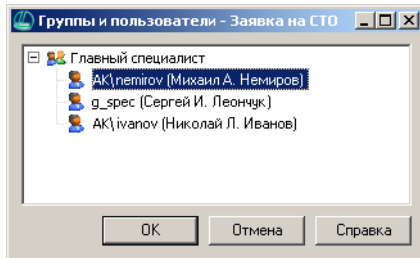

Рис. 1.4.
1. Выберите режим работы *АРМ технолога ПП* и вызовите со страницы главного меню **Сервис** команду **Настроить фильтр**. Откроется окно **Группы и пользователи – [Режим работы]** (рис. 1.4). В окне показаны списки групп, которым доступен выбранный режим.